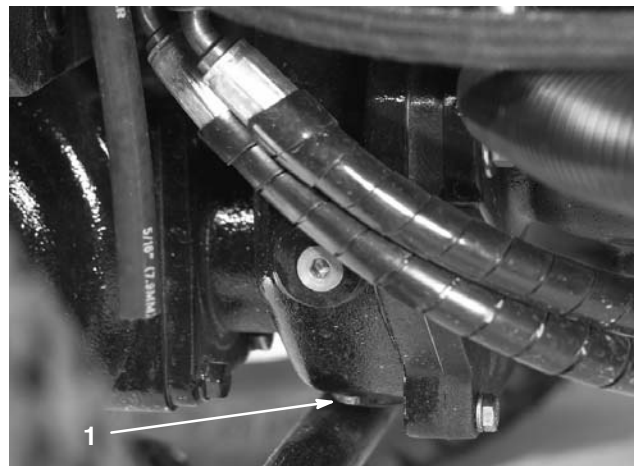

Figure 70
5. Nettoyez la surface autour du bouchon de vidange au bas du boîtier d'engrenages (Fig. 70).